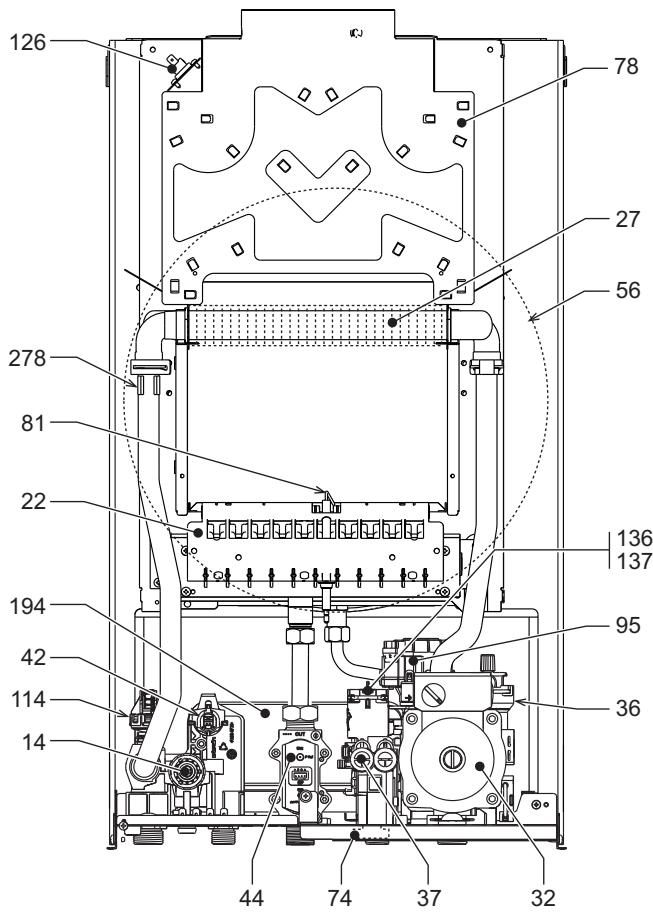
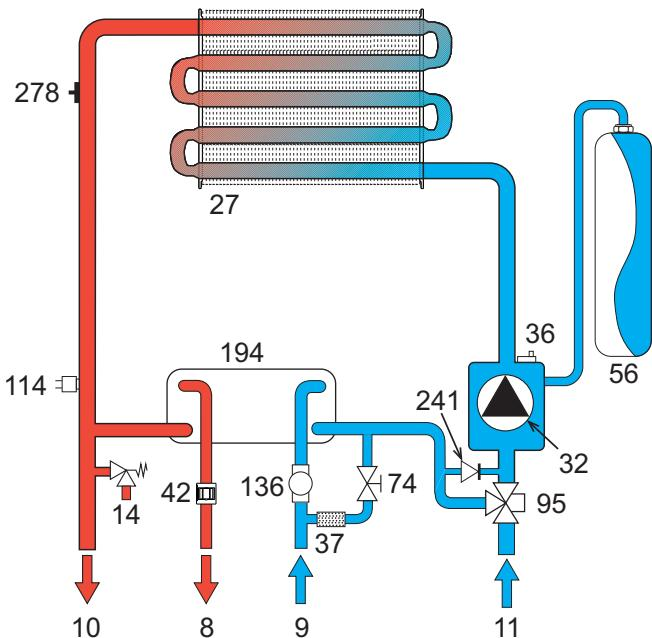

fig. 20- Vue générale - DIVAtech D C24
fig. 22- Circuit chauffage
**Tableau 3- Légende, fig. 20, fig. 21 et fig. 22**